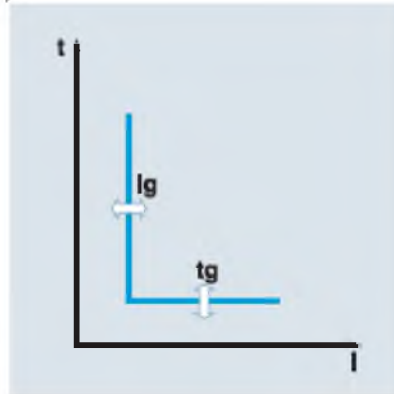

Рисунок 25 - Времятоковые характеристики расцепителя типа S:
2.1.4.1 Защита с длительной задержкой срабатывания (рисунок 25а).
2.1.4.2 Защита с короткой задержкой срабатывания (рисунок 25а).
2.1.4.3 Мгновенная защита (рисунок 25а).
2.1.4.4 Защита от замыкания на землю (рисунок 25б).